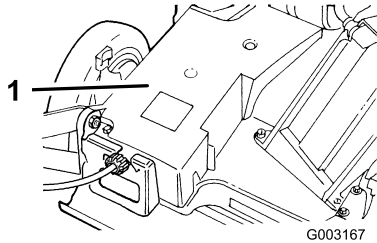

Figura 42
2. Retire los pernos que fijan la cubierta de la correa (Figura 42) a la carcasa del cortacésped.